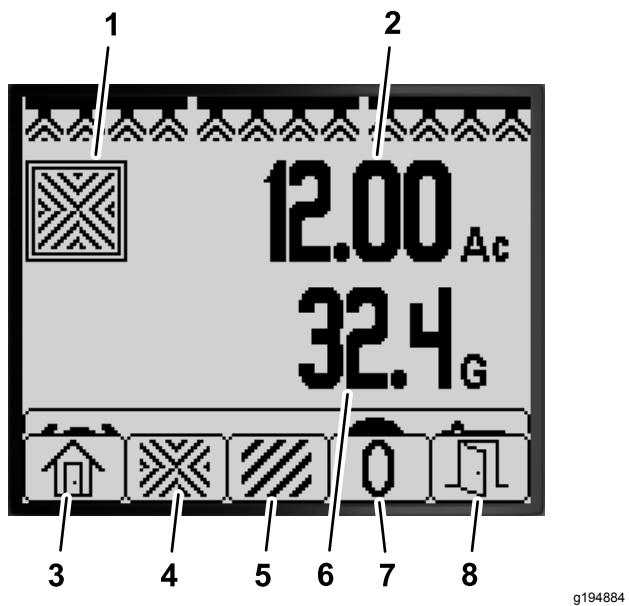

Figura 76
1. En la pantalla inicial, mantenga pulsado cualquier botón momentáneamente para abrir la barra de menús (Figura 75 y Figura 76).
- Pulse el botón 2 para ver la pantalla Área total (Figura 76).
- Utilice los botones del InfoCenter (Figura 76) para realizar las siguientes acciones: